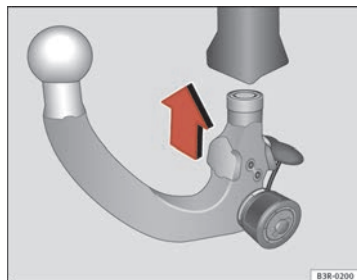

Fig. 167 Dispositivo di traino asportabile Come applicare il gancio a testa sferica
- Dopo aver caricato il gancio a testa sferica introdurlo nell'attacco e premere verso l'alto in direzione della freccia ⇒ fig. 167 ⇒ ⚠. La chiusura avviene in modo automatico. In questo momento si deve sentire chiaramente il rumore dell'innesto.